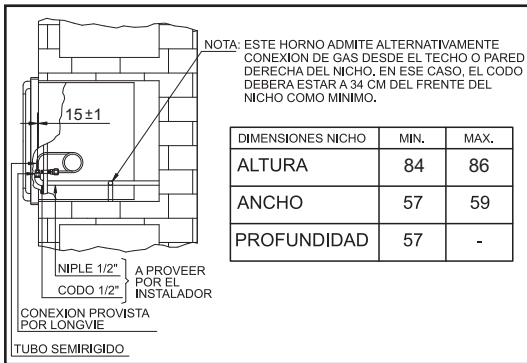

Fig. 7: Medidas de nicho del horno
1. Para obtener acceso a la conexión de gas; saque las perillas del termostato y del programador, quite los 5 tornillos que fijan el panel y retírelo. (Fig. 7)